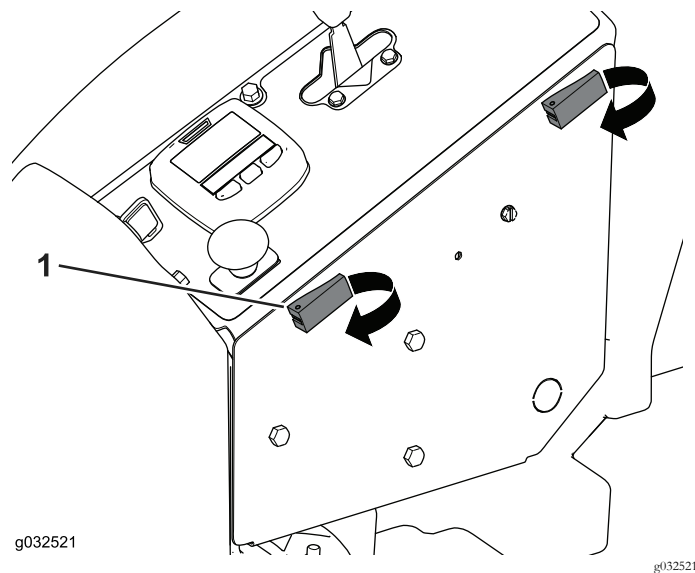

Figure 39
- Basculez les loquets à expansion et ouvrez le compartiment des commandes de l'opérateur (Figure 39).